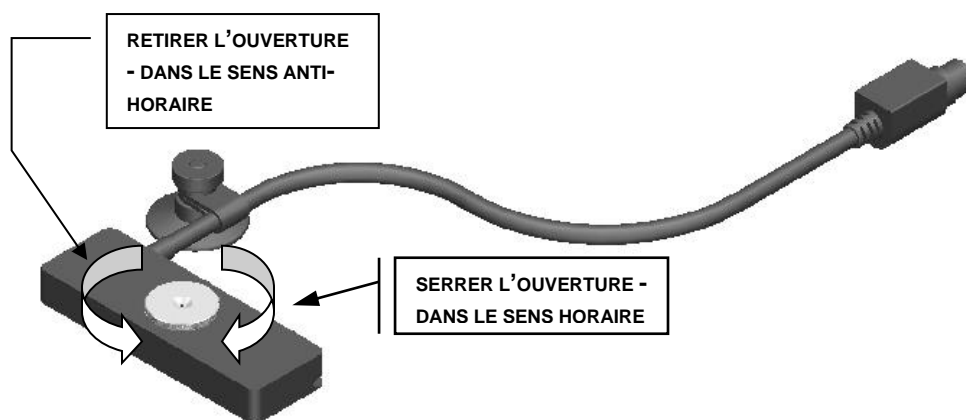

Figure 5 Ouverture du capteur LED
5.1.2 Pour retirer l'ouverture, faites tourner et pivoter l'ouverture dans le sens anti-horaire (ne pas utiliser l'usinage mécanique). Reportez-vous à la Figure 5.
5.1.3 Pour installer l'ouverture, engagez les fils et serrez l'ouverture à la main dans le sens horaire jusqu'à ce qu'une force positive soit ressentie (évités de trop serrer ou d'appliquer l'usinage mécanique). Reportez-vous à la Figure 5.